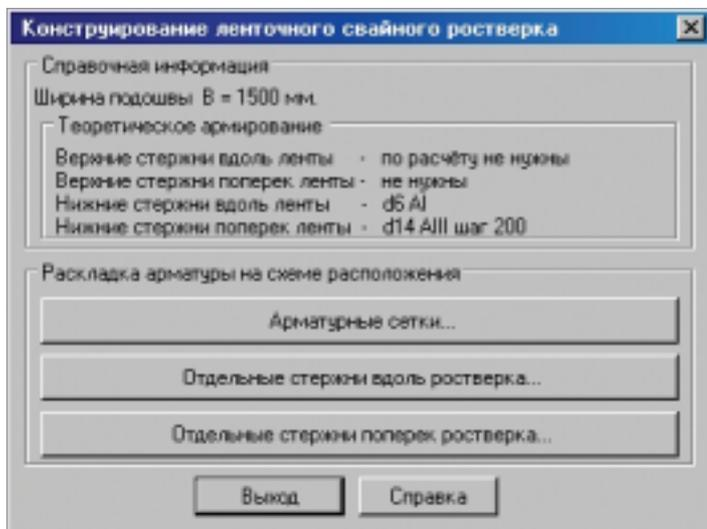

Рис. 68
- Раскладка верхних и нижних сеток подошвы или отдельных стержней на схеме расположения по данным расчета в процессе конструирования ростверка (рис. 68).